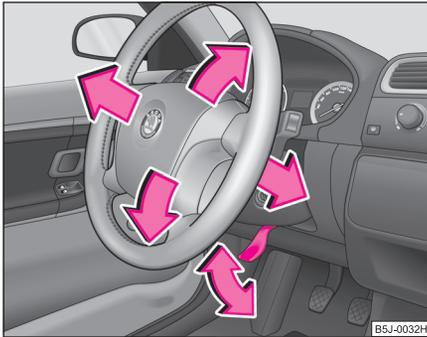

Abb. 99 Verstellbares Lenkrad: Hebel unter der Lenksäule
- Schwenken Sie den Hebel unter der Lenksäule ⇒ Abb. 99 nach unten ⇒ ⚠.